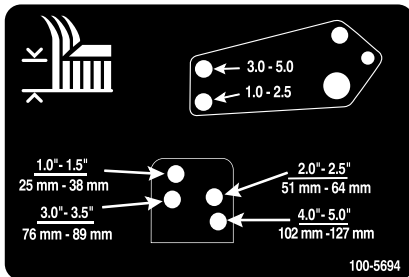

Figura 25
10. Alinee los taladros de los acoplamientos de los amortiguadores con los taladros seleccionados del soporte de altura de corte en el bastidor de la carcasa de corte y coloque los pasadores de horquilla y las chavetas (Figura 25).